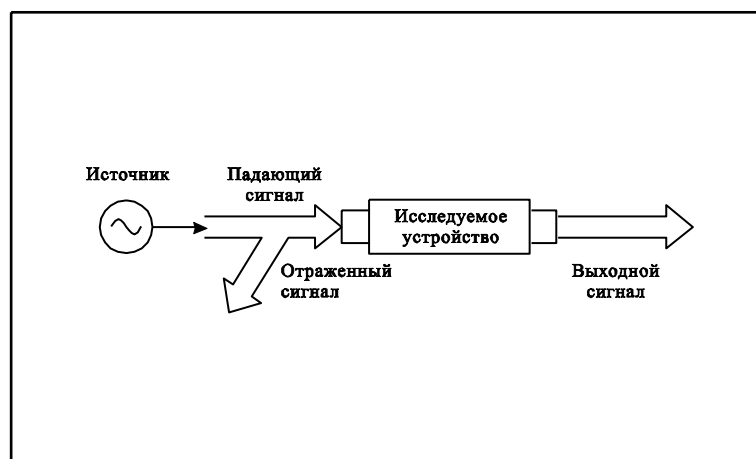

Рисунок 9.1
9.1 При анализе высокочастотных цепей используются понятия падающего, отраженного и переданного сигнала бегущей волны, распространяющейся по линиям передач (рисунок 9.1). Термины «переданный» и «выходной» сигнал используются в данном руководстве взаимозаменяемо.